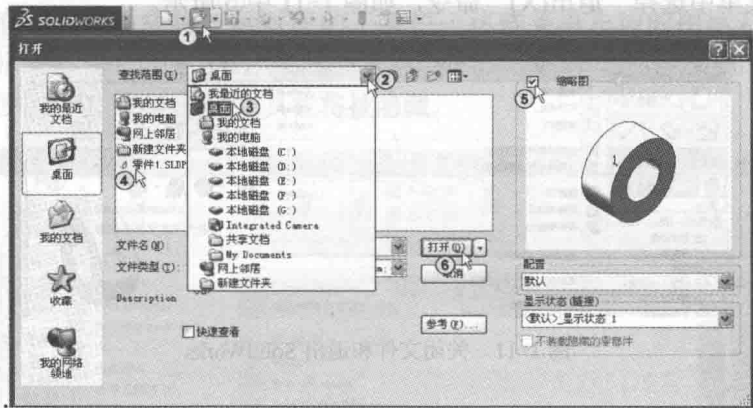

图 1-9 打开文件
按钮，如图 1-9 中①所示，或者按组合键<Ctrl+O>。系统弹出“打开”对话框，单击“查找范围”后的按钮，如图 1-9 中②所示，选择文件所在的分区，如图 1-9 中③所示，在对话框中找到需要的文件，如图 1-9 中④所示，选中右上方的“缩略图”复选框可以预览要打开的文件，如图 1-9 中⑤所示。再单击“打开”按钮，如图 1-9 中⑥所示，就可以打开选中的文件并进行浏览或编辑了。